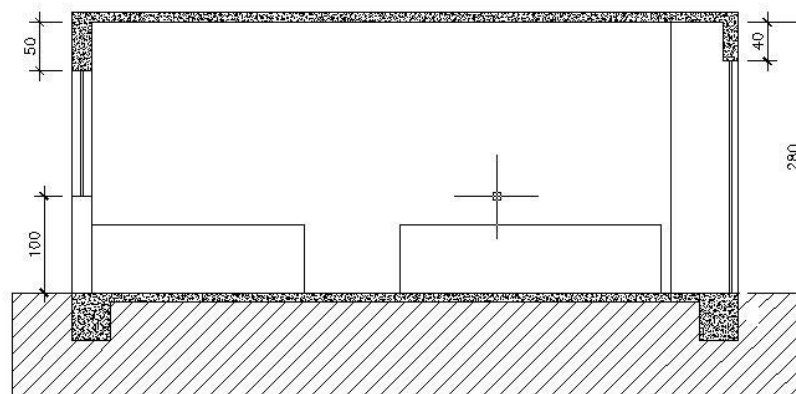

Figura 37 – Corte
16. Representaremos a hachura do concreto com Ar-conc e a terra com ANSi 31. Conforme figura 37. Altere a escala da hachura se necessário.